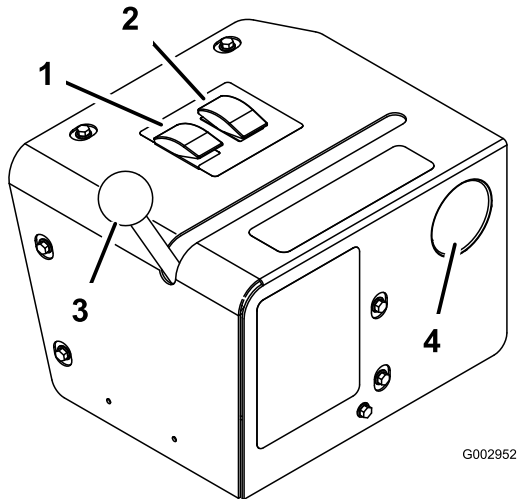

Figure 34
5. Placez le sélecteur de pulvérisation en position manuelle (Figure 34).
- Rapprochez le levier de commande de soupape de la position pulvérisation manuelle (Figure 34).
- Réglez la commande de débit et la manette d'accélérateur pour augmenter ou réduire la pression au manomètre à la valeur voulue (Figure 34).